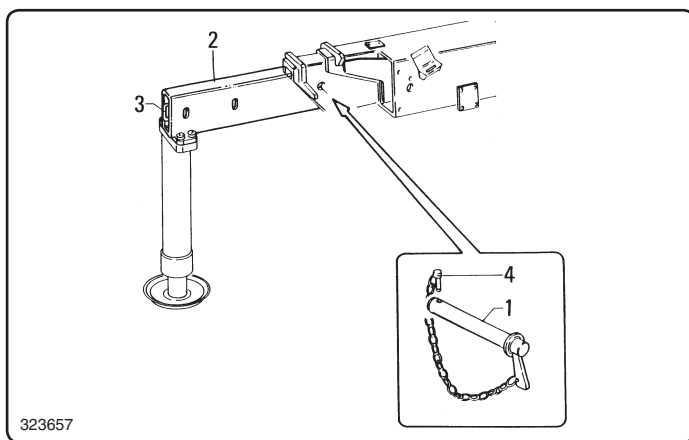

fig. 6.7.12
- Aprire il rubinetto valvola di fig. 6.7.12 spostando la leva in pos. "A".
- Open up the valve, fig. 6.7.12, by moving the lever to position "A".
- *Open up the valve, fig. 6.7.12, and turn the lever to pos. "A".*
Completata la messa in opera di tutti i martinetti stabilizzatori accertarsi che le leve di fig. 6.7.12 si trovino tutte in posizione chiusa "B".
Once you have operated all the outrigger cylinders, make sure the lever shown in fig. 6.7.12 are locked in position "B".